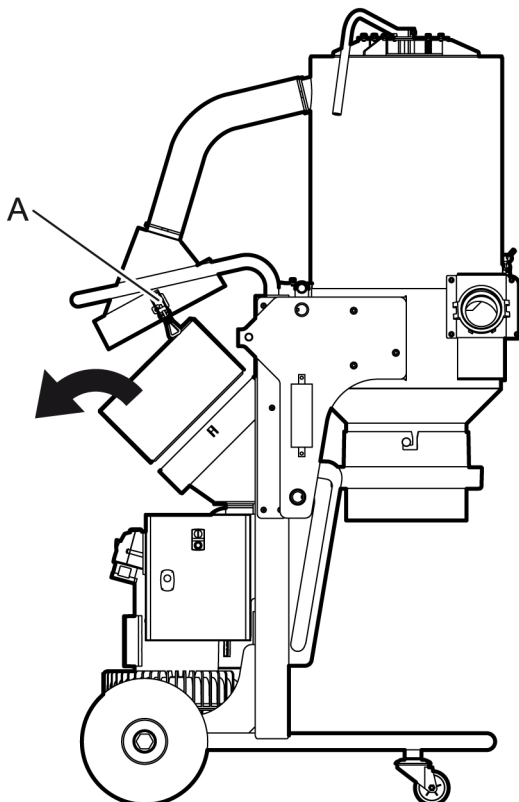

Figura 5-1. Estrazione del filtro assoluto
1. Staccare i due attacchi rapidi (A) che fissano il supporto del filtro assoluto. Lasciare appesi il supporto e il flessibile, vedere *Figura 5-1, pagina 24*.
2. Estrarre il filtro assoluto, vedere *Figura 5-1, pagina 24*.